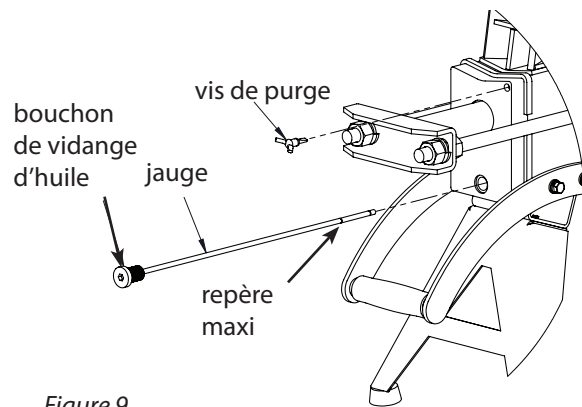

Figure 9
2. Enlevez le boulon de vidange d'huile et la jauge graduée. Assurez-vous que la vis de purge est bien serrée. **(VOIR FIGURE 9)**